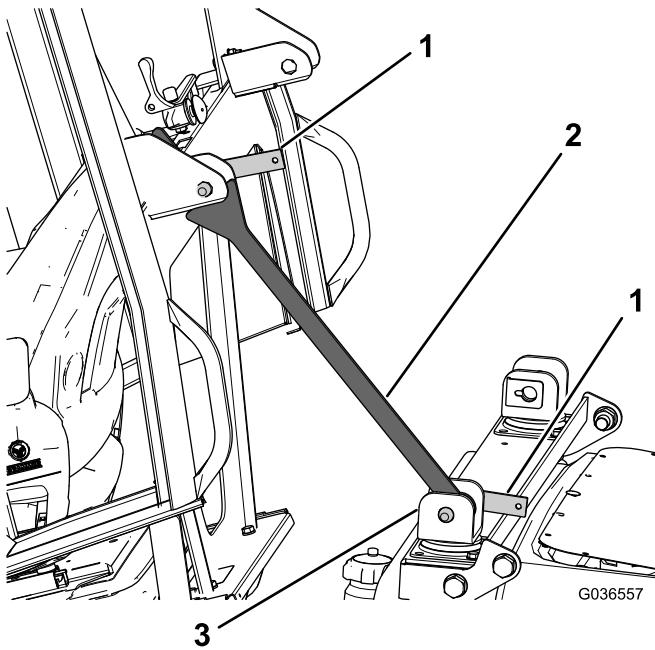

Figura 14
- C. Assim que o suporte de segurança estiver bem fixo, o suporte da travessa tem de ser rodado na direção da cabina de forma a apoiar contra o suporte na traseira da cabina (Figura 14).
- D. Insira a alavanca de bloqueio restante através do suporte superior para assegurar que o suporte de segurança fica no sítio (Figura 14).